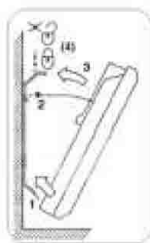

Рис. 6
7. Подвесьте конвектор на кронштейн, для чего приложите нижнюю часть прибора к нижним выпускам кронштейна и вставьте их в имеющиеся в нижней части задней панели прибора вырезы. Выполняя данные действия необходимо держать прибор под углом примерно 50-60 градусов (рис. 6).
8. Поверните прибор в горизонтальной плоскости до совмещения верхних выпусков кронштейна с верхними вырезами в задней панели прибора и слегка нажмите на прибор до щелчка верхних выступов (рис. 6).